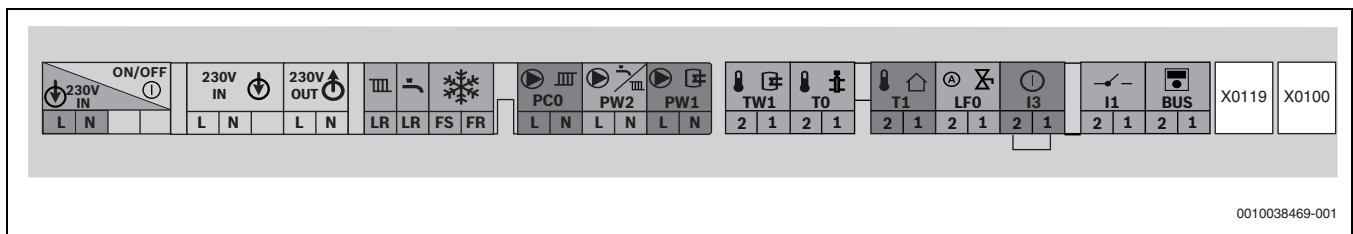

Bild 25 Klemmleiste für externes Zubehör
- ▶ Kabel an der Klemmleiste für externes Zubehör (→ Bild 25) anschließen.